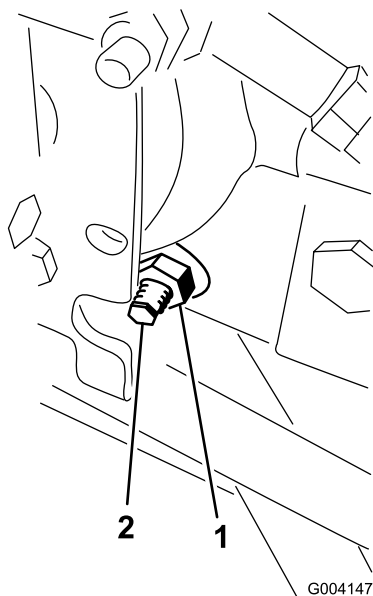

Bild 45
3. Lösen Sie rechts am Hydrostat die Sicherungsmutter an der Fahrtrieb-Einstellnocke (Bild 45).